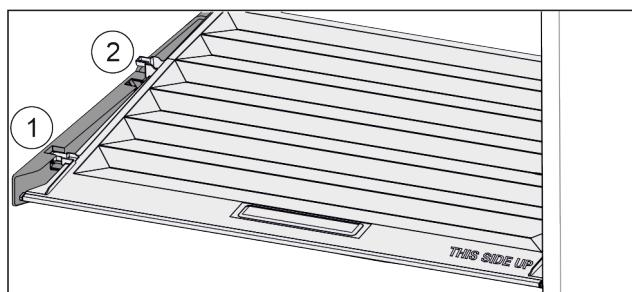

Fig. 56
- Veko potiahnite dopredu až k otvoru v prídružných dieloch Fig. 56 (1).
- Vzadu ho nadvihnite zospodu a zložte smerom nahor Fig. 56 (2).